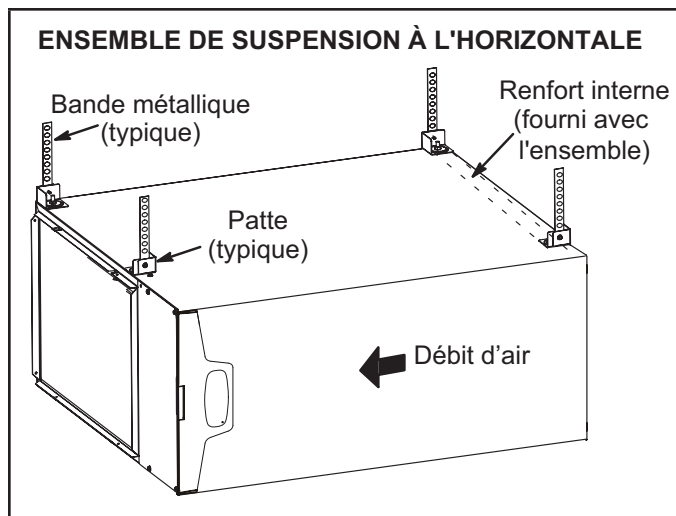
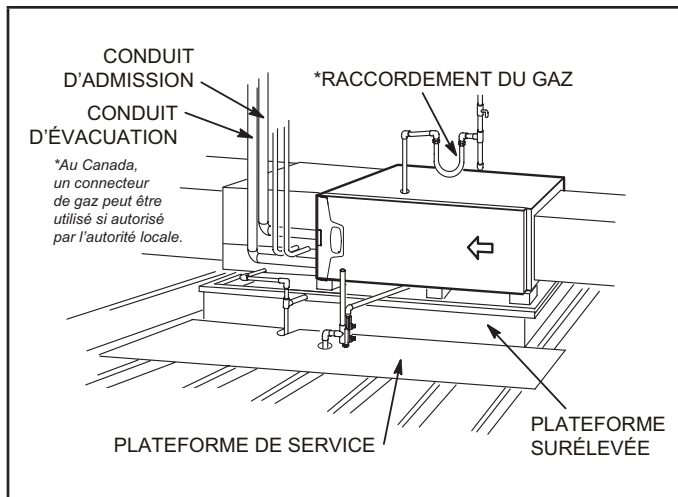

Figure 18
Figure 19
Ce générateur d'air chaud peut être installé dans un comble ou un vide sanitaire. Le suspendre aux chevrons du toit ou aux solives du plancher comme illustré à la Figure 18 ou le monter sur une plate-forme comme illustré à la Figure 19. Un ensemble de suspension à l'horizontale (51W10) peut être commandé auprès de Lennox ou remplacé pour un dispositif équivalent.
- 2 - Construire une plateforme surélevée en bois et la recouvrir d'un panneau de contreplaqué. Si l'unité est installée au-dessus d'un espace fini, installer une cuvette de drainage auxiliaire sous l'unité. Installer l'unité dans la cuvette comme illustré à la Figure 19. Prévoir un dégagement de 8 po en dessous de l'appareil pour liège à condensat.